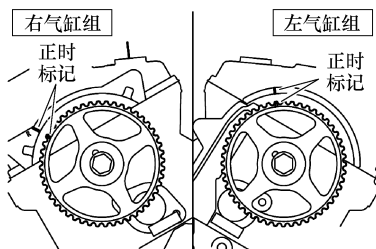

图 4-3 对齐左右凸轮轴链轮正时标记
② 将左气缸组凸轮轴链轮的正时标记对齐。
③ 将右气缸组凸轮轴链轮的正时标记对齐, 如图 4-3 所示。